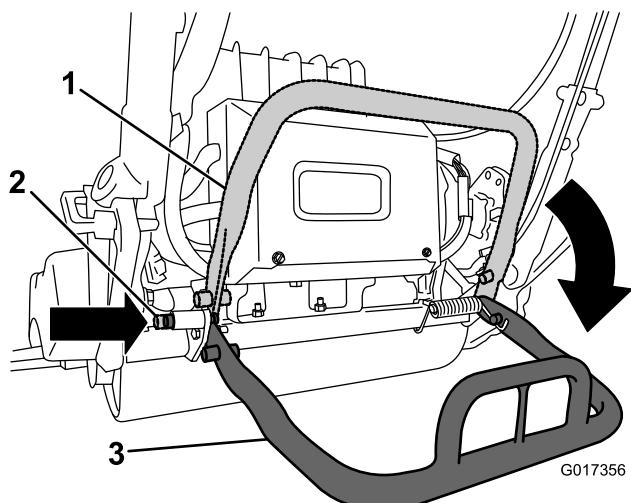

図 26
- ・ カッティングユニットを取り外すためにキックスタンドを使用する場合には、まずスタンドを下げてロッキングピンを差し込んでキックスタンドを整備位置にロックします（図 26）。